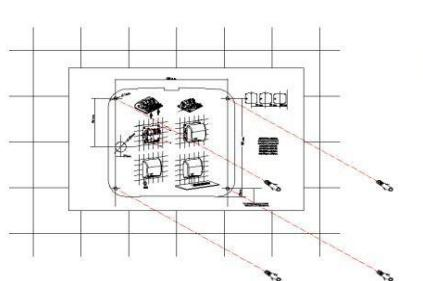

Bild Nr. 6
1. Mithilfe der beiliegenden Schablone 4 Löcher von jeweils  $\varnothing$  8 mm ( $\varnothing$  0,31") bohren. Den Bohrstaub ausblasen und die 4 mitgelieferten Dübel bündig einsetzen (siehe Bild Nr. 6).